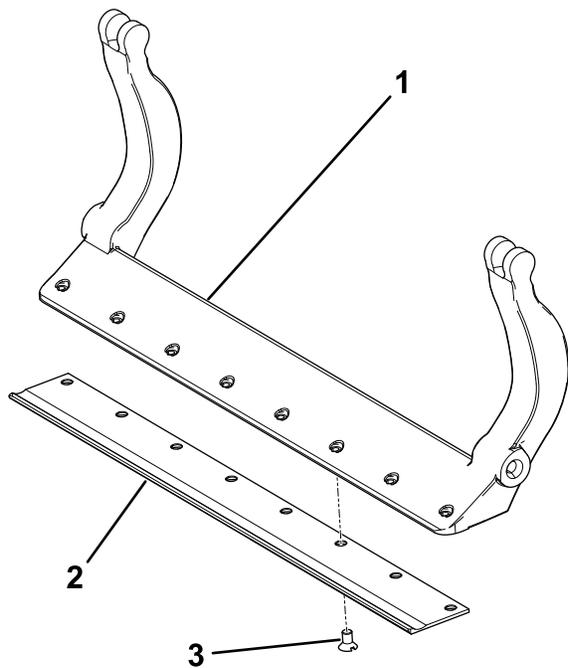

Figura 34
3. Aplique compuesto antiadherente a los tornillos e instale la contratuerca en la barra de asiento del siguiente modo (Figura 34):